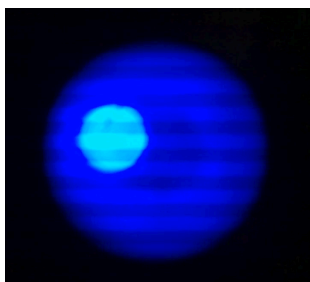
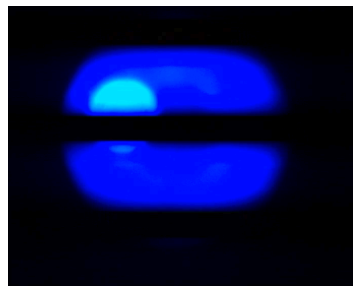

Figure 9:
Figure 10:
- (3) 傳輸端的頻率設定太高時，會導致條紋不明顯而產生錯誤輸出 Fig.9，又設定太低時，也會導致條紋太粗而讓程式誤判 Fig.10。